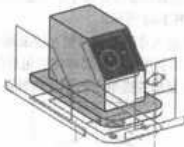
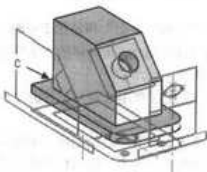

图 2-58 选取圆与面
图 2-59 切除特征
(14) 选取如图 2-58 所示的圆与面，然后单击 2D 到 3D 工具栏中的  (切除) 工具。
注意：选取的面为切除特征的基准面。在“切除-拉伸”属性管理器中单击  (深度) 按钮后，单击如图 2-58 所示的斜线 c 表示拉伸的高度，单击  (确定) 按钮，完成切除特征的绘制，如图 2-59 所示。